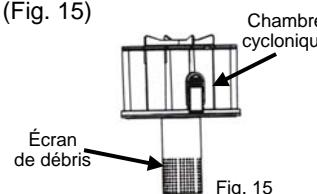

Fig. 15
3. Après avoir vidé le réservoir à poussière, assurez-vous que tous les cheveux ou fibres qui ont pu s'accumuler autour de l'écran de débris soient enlevés. Pour les enlever, vous pouvez doucement le frotter sur le rebord de la poubelle. (Fig. 15)